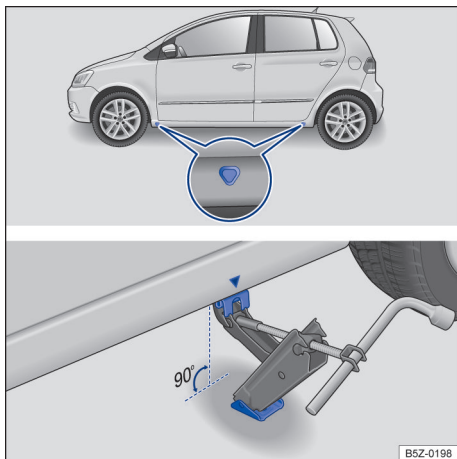

Fig. 162 Pontos de apoio do macaco e macaco posicionado no lado esquerdo traseiro do veículo.
A figura → Fig. 162 ilustra, como exemplo, as indicações do modelo Fox.
O macaco somente pode ser posicionado nos pontos de apoio indicados (marcação na carroceria) → Fig. 162. É válido o ponto de apoio localizado próximo à roda correspondente → ⚠.
6. Procurar sob o veículo o ponto de apoio do macaco → Fig. 162 mais próximo da roda a ser trocada.
8. Garantir que a base do macaco, com toda sua superfície, esteja sobre o chão e que a base se encontre perpendicularmente abaixo do ponto de colocação → Fig. 162.
9. Alinhar o macaco e, simultaneamente, levantar a garra do macaco até ela se encaixar na travessa debaixo do veículo → Fig. 162.
- Posicionar o macaco somente nos pontos indicados. A garra do macaco deve se encaixar no perfil da longarina de forma segura → Fig. 162.